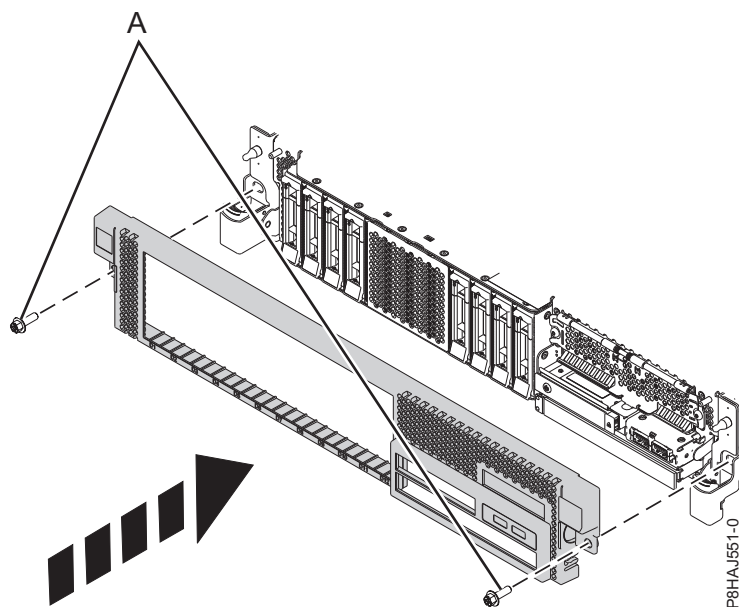

Figura 19. Instal·lació de la coberta frontal
3. Tanqueu els pestells d'alliberament empenyent-los en la direcció que mostra la Figura 19 a la pàgina 37. La coberta queda fixada al seu lloc i té un sagnant des d'on es pot retenir més fàcilment.
4. Substituïu els cargols de muntatge (A).